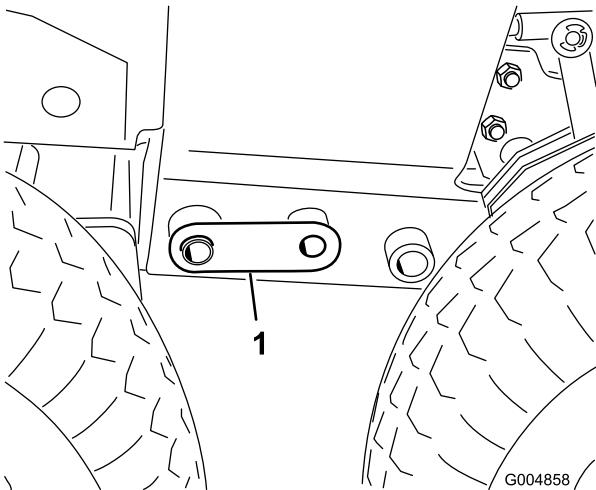

Figure 83
35. Retirez la chandelle avant et abaissez l'avant de la machine sur les roues jusqu'à ce que les goupilles d'accouplement (Figure 83) soient suffisamment desserrées pour pouvoir être déposées.